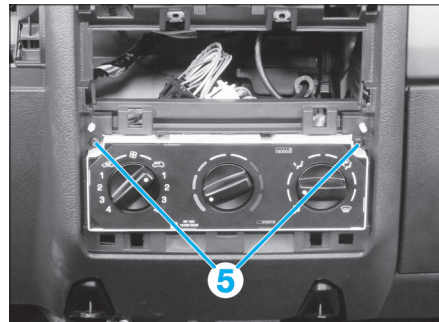

FIG. 16
- les 2 vis de fixation (5) de la platine de commande de chauffage et de climatisation (Fig.16).